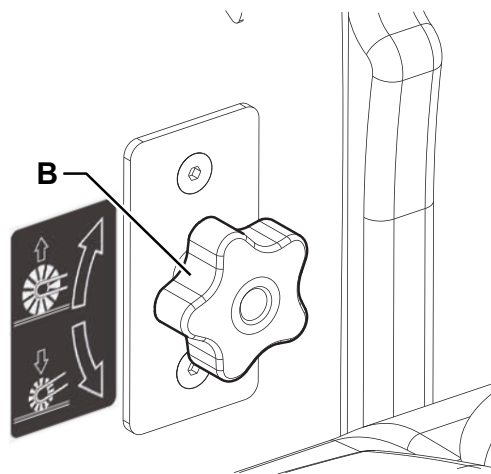

Рис. 7
2. Поверните ручку (В, Рис. 7), как показано ниже:
- Чтобы уменьшить ширину отпечатка, поднимите щетку при помощи рычага (63), затем поверните ручку по часовой стрелке.